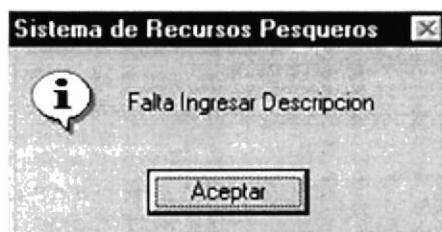

Figura 9.127 Mensaje Ingresar descripción
3. Si se ha realizado un ingreso o una modificación y no escribió la descripción del trámite se mostrará el siguiente mensaje (ver figura 9.127).